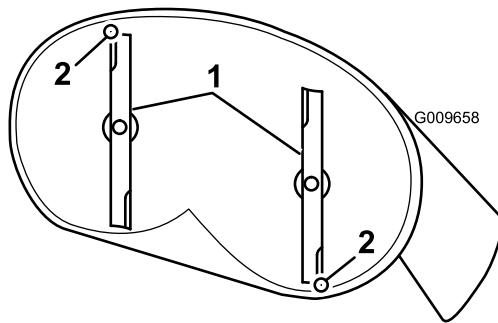

Figura 53
4. Gire cuidadosamente las cuchillas colocándolas en el sentido de avance de la máquina (Figura 53).
5. Mida entre la punta de la cuchilla delantera y la superficie plana y entre la punta de la cuchilla trasera y la superficie plana (Figura 53). Si la punta de la cuchilla delantera no está entre 1.6 y 7.9 mm (1/16 y 5/16 pulg.) más baja que la punta de la cuchilla trasera, ajuste la contratuerca delantera.
8. Compruebe la inclinación longitudinal de nuevo después del ajuste. Siga ajustando la tuerca hasta que la punta de la cuchilla más avanzada esté entre 1.6 y 7.9 mm (1/16 y 5/16 pulgada) más baja que la punta de la cuchilla más atrasada (Figura 53).